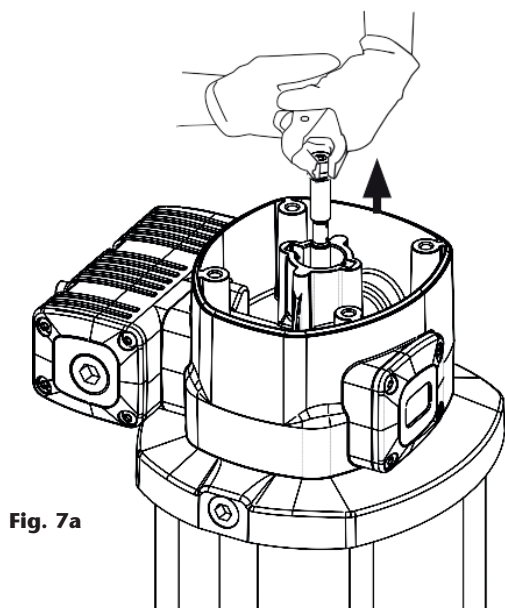
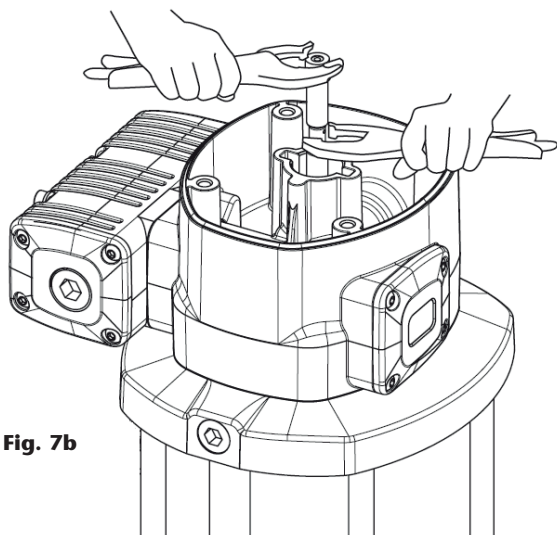

Fig. 7a
Fig. 7b
1. Desenrosque los cuatro tornillos (2) y quite la tapa (3).
2. Desenrosque el tapón inversor (4).
3. Con ayuda de una mordaza manual sobre el casquillo (5), tire hacia fuera del vástago (47) hasta que aparezca su rebaje central (fig. 7a). Después, con otra mordaza manual agarre el vástago (47) en dicha zona rebajada central para no dañar la superficie destinada al sellado y desenrosque el casquillo (5) (fig. 7b).
4. Deseche la tórica (6) y el aro (7), y use otros nuevos posteriormente al volver a montar.
5. Desenrosque los cuatro tornillos (56). Tire hacia arriba del cabezal motor (13) hasta liberarlo junto con la brida (36).
6. Quite el casquillo inversor (9). Sustituya las juntas (8) y (10) de este casquillo.
7. Desenrosque los cinco tornillos (37) y separe el cuerpo motor (13) de la brida (36). Extraiga la arandela (32) y sustituya la junta (8).
8. Retire el cilindro (53) sujetando con cuidado el émbolo (44). Sustituya la junta (39) de dicho émbolo.
9. Extraigan el pasador superior (57) de la tuerca del divorcio (58) y desenrosque el conjunto del pistón (44).
10. Sustituya el collarín (51) y los pistones de deslizamiento (52).
11. Vuelva a montar el conjunto en sentido inverso, aplicando fijador de rosca en los tornillos (37), (56), casquillo (5) y tapón inversor (4).